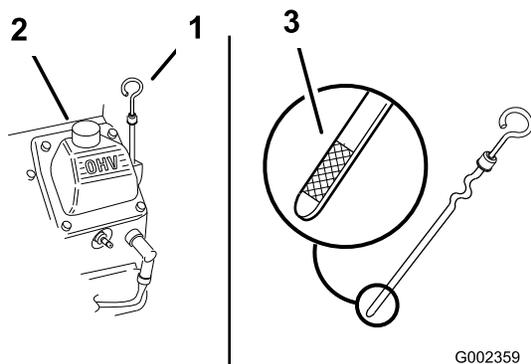

図 47
4. 給油口からゴミが入ってエンジンを傷つけないように、ディップスティック図47の周囲をウェスできれいに拭く。
5. ディップスティック図47を回して抜き取り、付いているオイルをウェスで拭きとる。
6. ディップスティックを根元まで確実に差し込む図47。
7. 補給管図47から、必要量の80%程度のオイルをゆっくり入れる。